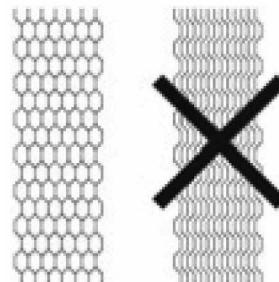

Fig. 10
- Se correttamente posizionate, l'impilamento delle piastre assume la forma a "nido d'ape" (Fig.10).